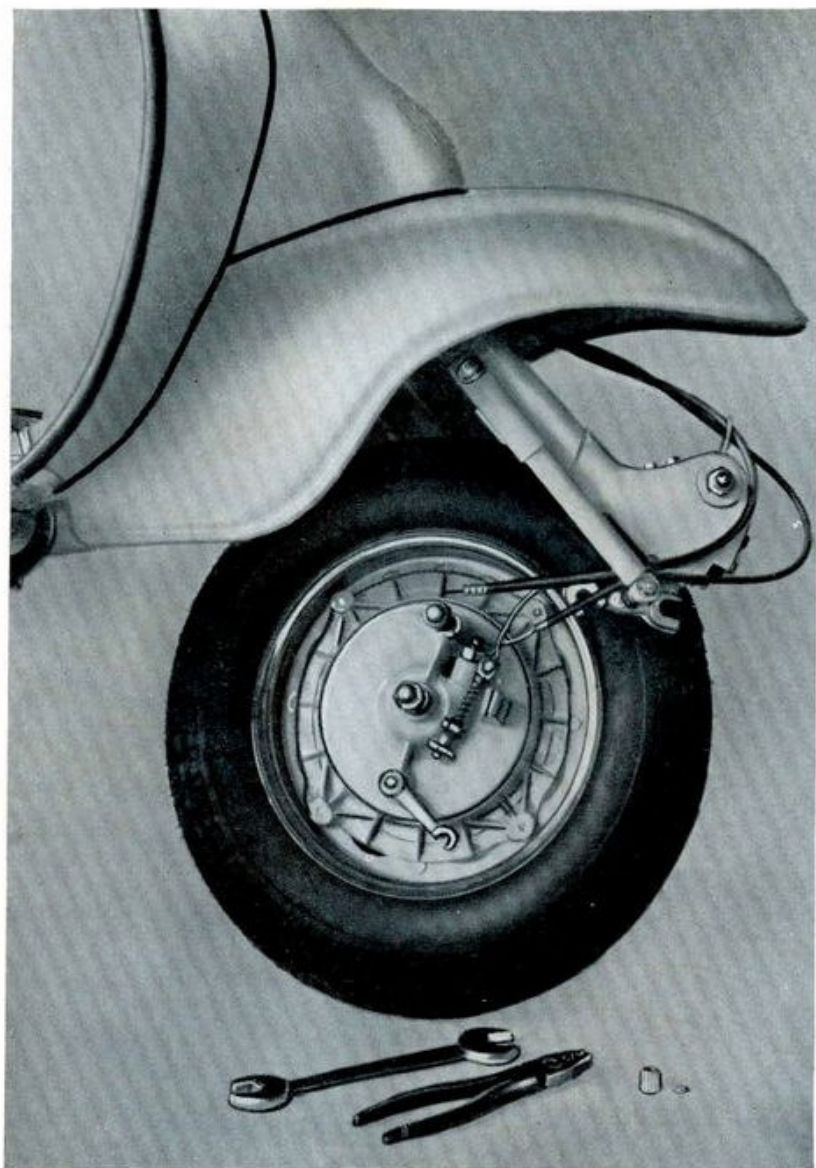

Fig. 34
- op. 61 - Smontare la ruota: allentare i due dadi di fissaggio del perno della ruota sulle leve portaruota, il dado di fissaggio della leva destra sul disco portaceppi (chiave da 22) e inclinare la macchina per sfilare la ruota. Vedi fig. 34.